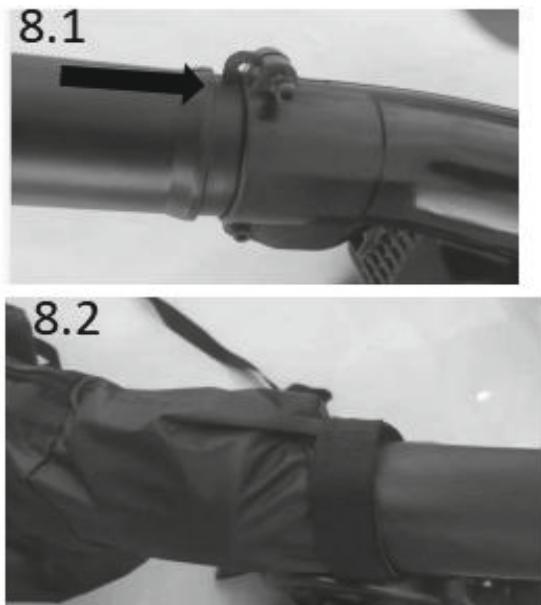

Рисунок 8
- снимите винт воздуховыпускного патрубка двигателя, совместите отверстие для крепления изогнутой трубки с выступом воздуховыпускного отверстия и вставьте изогнутую трубку (рис.8).
- свободный конец изогнутой трубы вставьте в специальный мешок и затяните отверстие прилагаемой лентой (рис.8).